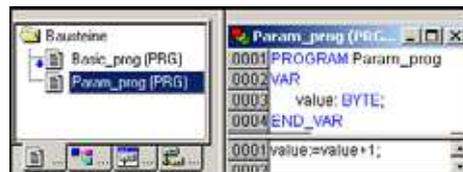

Abbildung 33: Programmbaustein für eine ereignisgesteuerte Task
- ▶ Sie können nun ein Programm eingeben. Im Programmbeispiel „Param\_prog“ (Abbildung 33) wird die Variable „value“ um den Wert 1 erhöht. Das Programm „Param\_prog“ wird abgearbeitet, wenn die Variable a = TRUE wird.